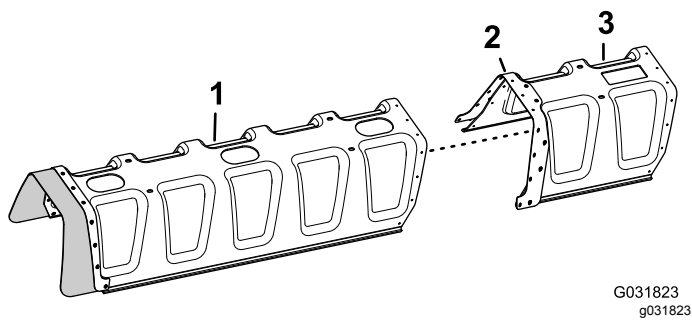

Figura 147
- Alinee los orificios de la pletina de refuerzo (dos filas) de la extensión de la cubierta con los orificios del extremo de la cubierta de brazo de 11 boquillas (Figura 147).